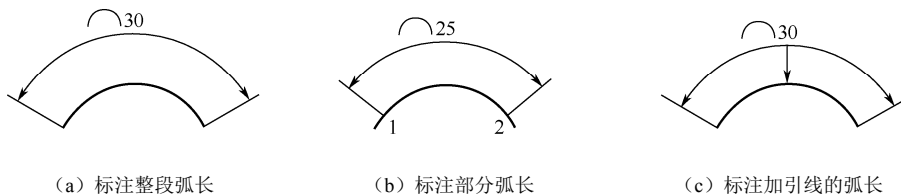

图 4-84 弧长标注
(4) 弧长标注。标注圆弧的长度,可标注整段弧长,如图 4-84 (a) 所示;也可选择“部分(P)”选项后指定两点标注部分弧长,如图 4-84 (b) 所示;或选择“引线(L)”选项标注加引线的弧长,如图 4-84 (c) 所示。